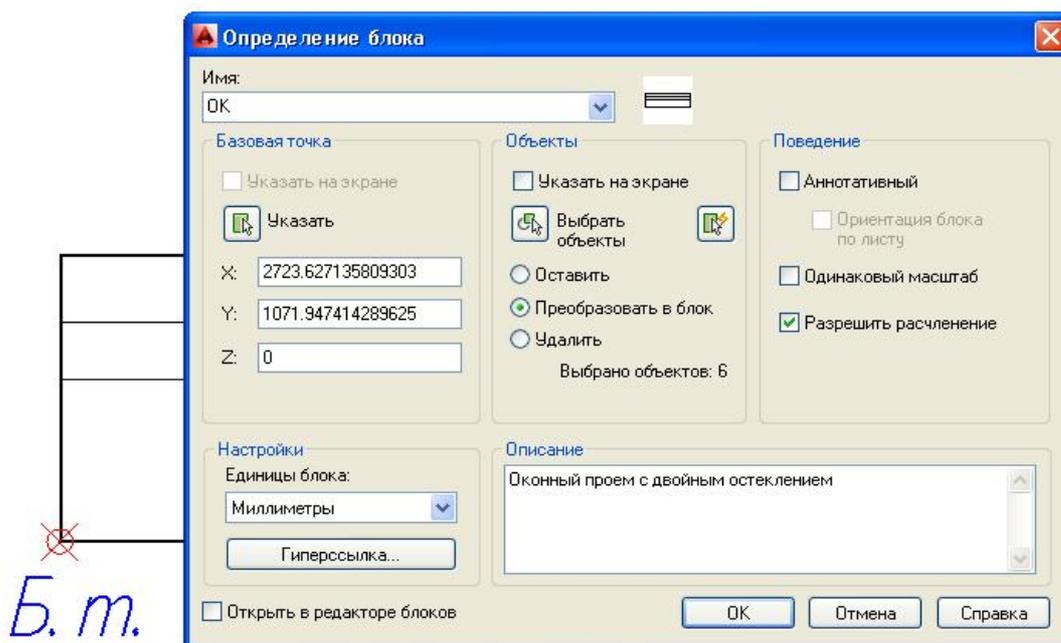

Рис. 45. Диалоговое окно **Определение блока**
2. Создать блок под названием **OK** последовательностью команд **Рисование** → **Блок** → **Создать...** . В результате откроется диалоговое окно **Определение блока** (рис. 45).